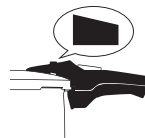

Fig. 13
- Quando l'indicatore di pressione si trova nella posizione iniziale e lo spillo non è più visibile, tutta la pressione è stata scaricata dalla pentola a pressione e si può aprire (fig. 13).